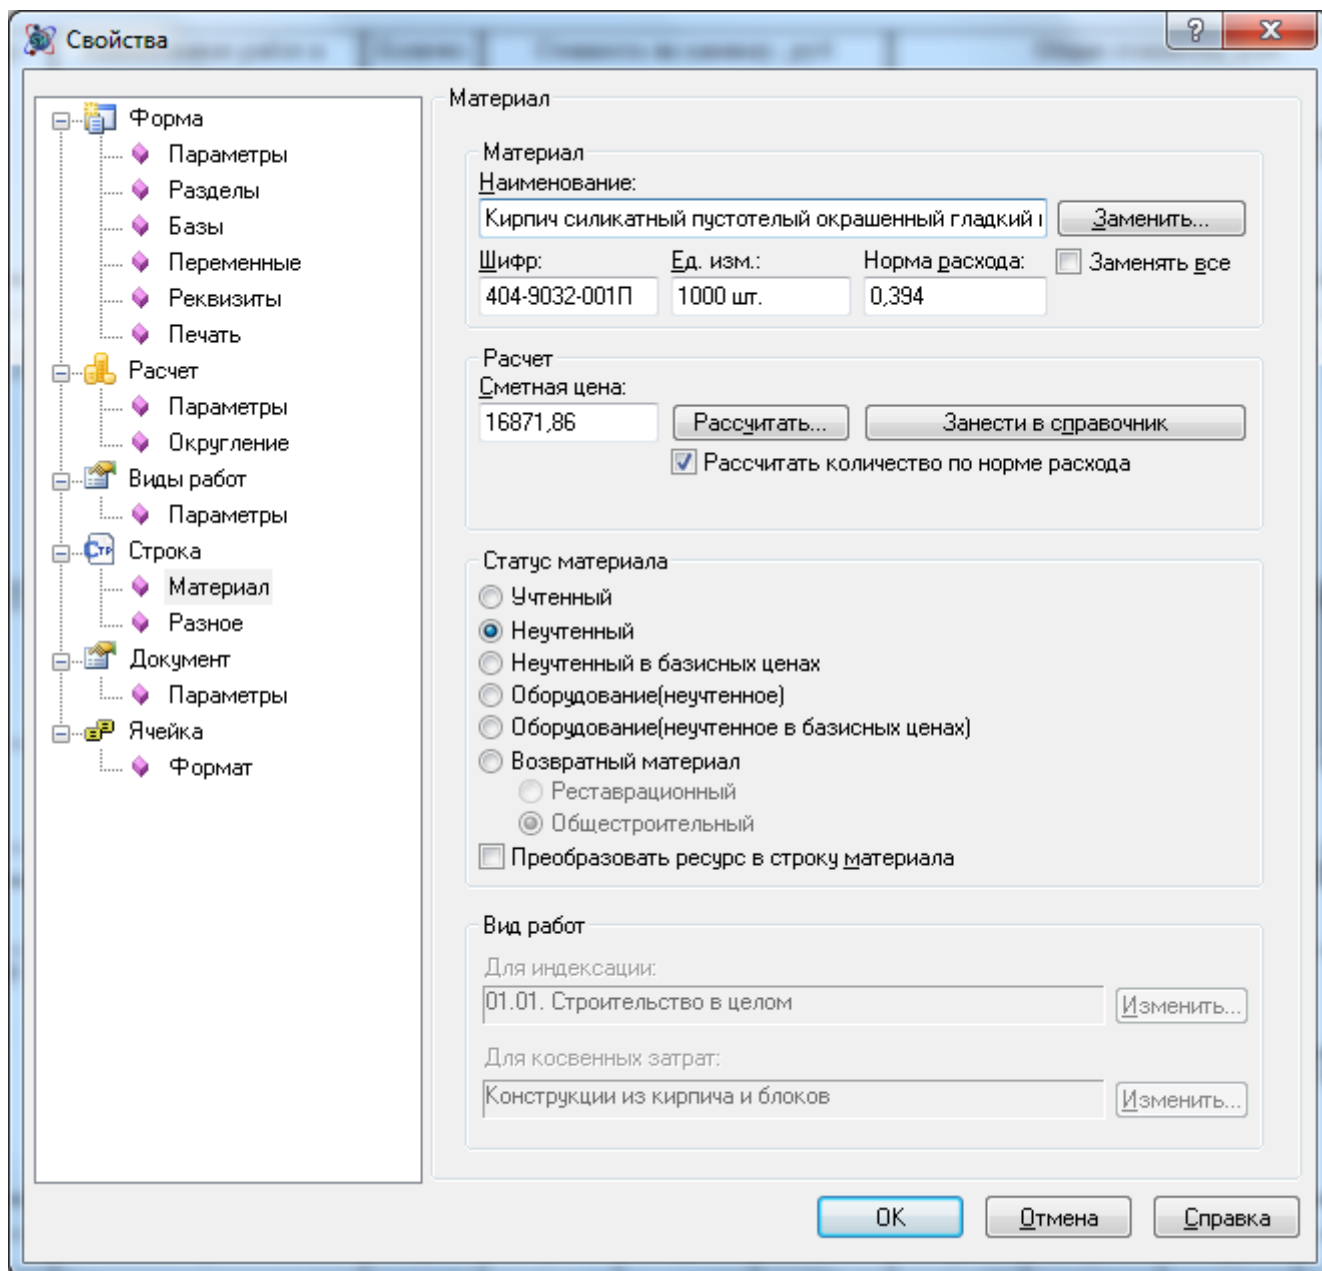

Рис. 4.30 Диалоговое окно Свойства, раздел Строка/Материал
Параметры материала могут быть изменены непосредственно в строке таблицы затрат, а также в разделе Строка/Материал диалогового окна *Свойства* (рис. 4.30).
- в раздел Строка/Материал диалогового окна *Свойства*, вызванного для строки «Ресурс» или «Возврат материала» (рис. 4.30).